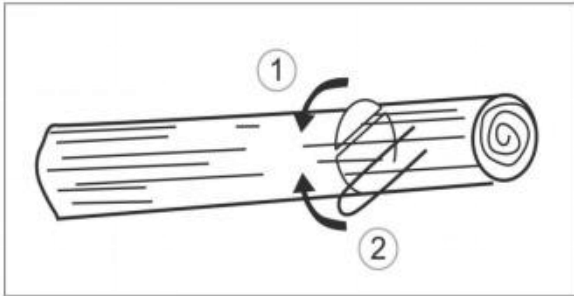

Fig. 22
18. Wenn der Stamm an beiden Enden gestützt wird, schneiden Sie zuerst vom oberen Drittel des Stammdurchmessers ab, um ein Spalten zu vermeiden. Führen Sie den Schnitt dann von unten aus, sodass er mit dem ersten Schnitt übereinstimmt und ein Verklemmen vermieden wird (Abb. 22).